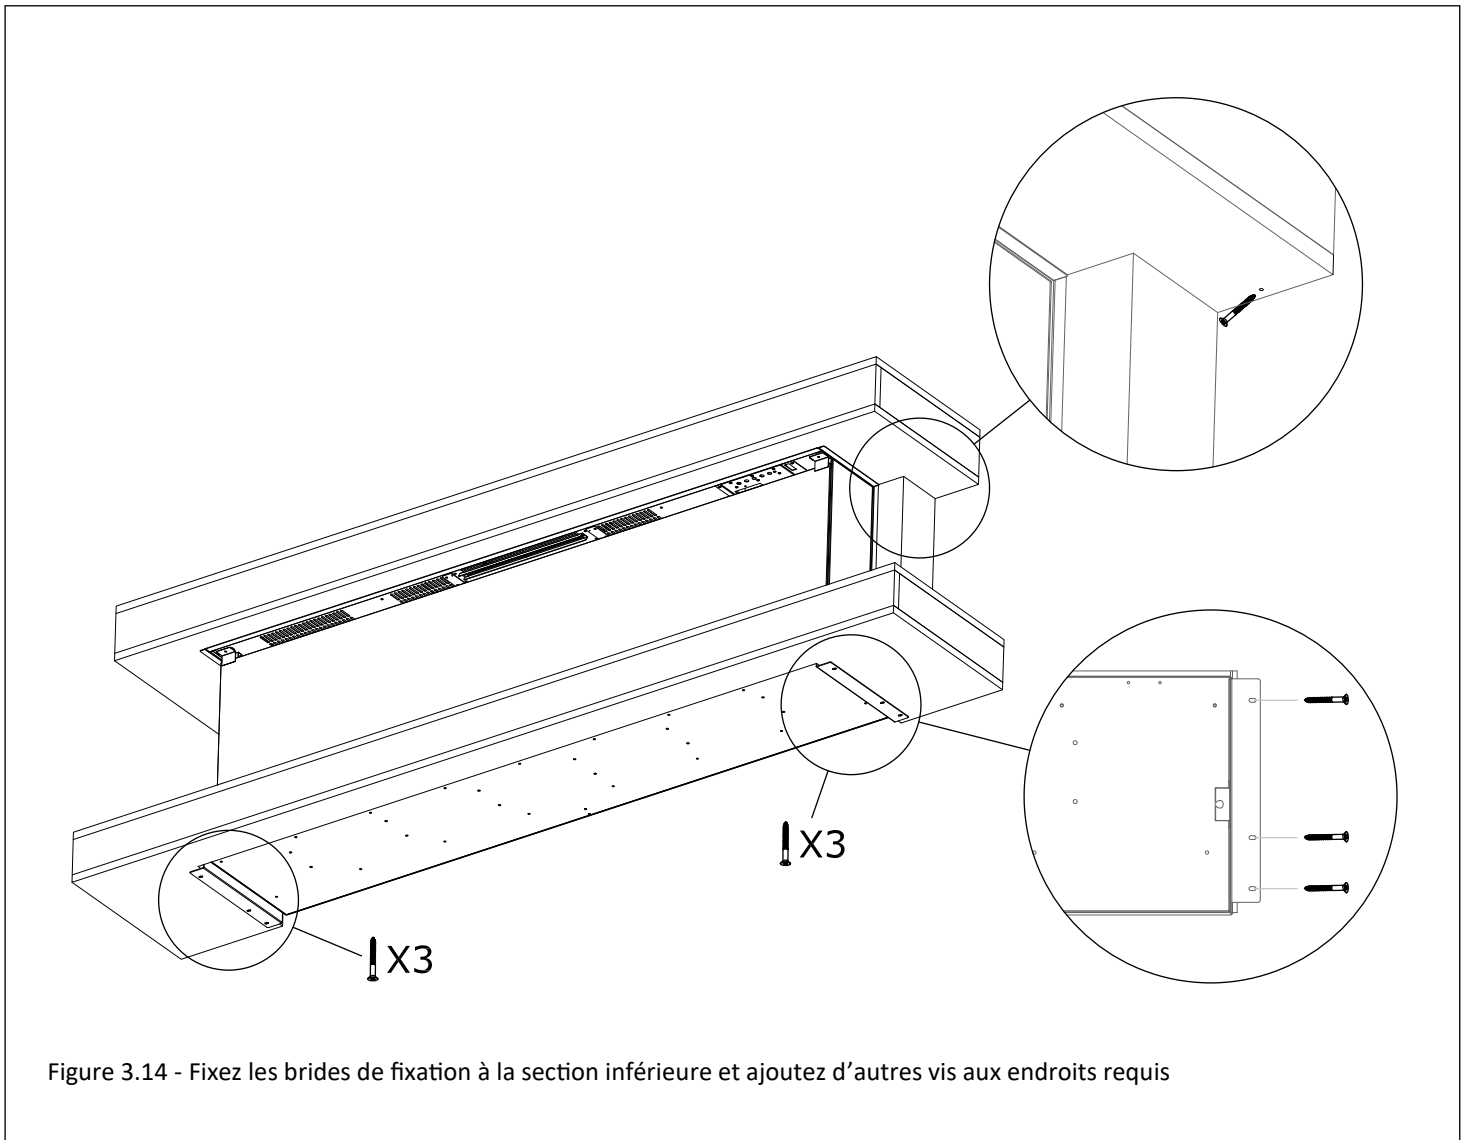

Figure 3.14 - Fixez les brides de fixation à la section inférieure et ajoutez d'autres vis aux endroits requis
7. Fixez la section inférieure aux montants du manteau. Pour ce faire, allez sous la base du foyer et insérez les vis dans les trous des brides de fixation, sous le kit de manteau assemblé. Il y a (3) trous de vis dans les brides de fixation de chaque côté. Assurez-vous de pousser pour bien enfoncer vers le bas le dessus du kit de manteau assemblé, car les vis que vous installez doivent traverser la section inférieure du manteau jusque dans les montants du manteau (Pièces 3 et 4). Cette étape permet de fixer solidement les sections inférieure et supérieure en un seul assemblage solide. Voir Figure 3.14.
Note : Une fois l'étape 7 terminée, il peut être préférable de prendre des vis additionnelles (non fournies) et de visser obliquement (à un angle de 45 degrés) les vis dans la face inférieure de la section supérieur (Pièce 2), pour que les vis traversent jusque dans le mur, afin que le dessus du manteau assemblé soit appuyé bien serré contre le mur. Avant de visser les vis, pré-percez d'abord des trous aux endroits requis pour y visser les vis. Voir Figure 3.14.